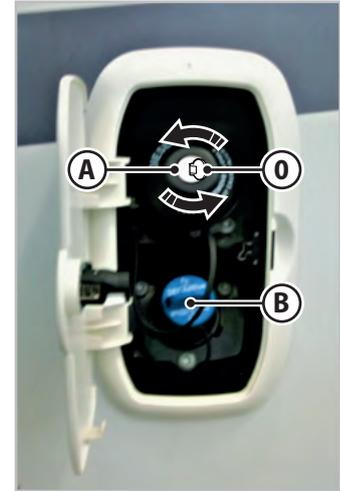
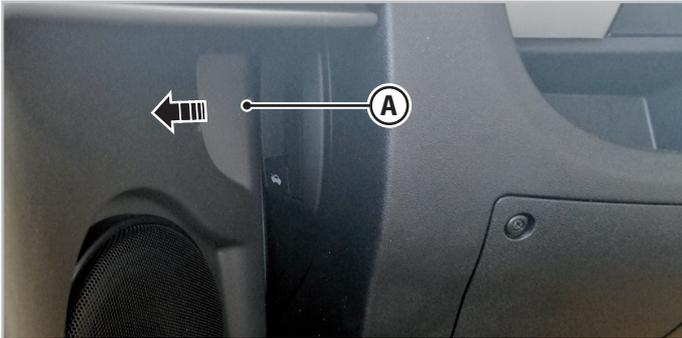

Abb. 5.7 - Tankdeckel
Abb. 5.8 - Hebel zum Öffnen der Motorhaube - Typ A
(Abb. 5.7):
Um den Tankdeckel zu schließen (Abb. 5.7):
Um den Verschluss (**B** - Abb. 5.7) der ADBLUE-Flüssigkeit zu öffnen, drehen Sie den Verschluss gegen den Uhrzeigersinn und entfernen Sie ihn. Füllen Sie die Flüssigkeit ein. Führen Sie den umgekehrten Vorgang aus, um den Verschluss zu schließen.
1. Ziehen Sie den Hebel **A** (Abb. 5.7 und Abb. 5.8, je nach Fahrzeugtyp), der sich links von der Lenksäule befindet, in Pfeilrichtung.